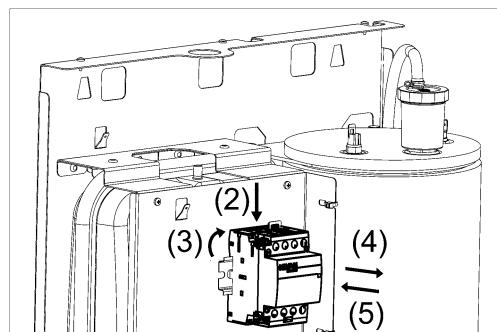

Рисунок 17. Замена электромагнитного контактора
- (1) Отсоедините провода подсоединённые к контактору (см. рис. 17);
- (2) Используя плоскую отвёртку выдвиньте “язычок” контактора;
- (3) Поверните контактор вверх на угол 10÷15°;
- (4) Снимите контактор с DIN-рейки;
- (5) Установите новый контактор на DIN-рейку взамен прежнему;
- (6) Подсоедините к контактору провода в соответствии со схемами приведёнными в Приложении В.